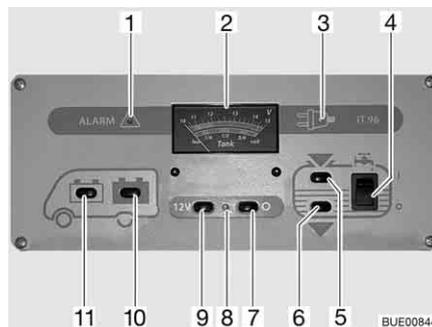

Bild 132 Panel IT 96-2
Der 12-V-Hauptschalter (Bild 132,7 und 9) schaltet das Panel und die 12-V-Versorgung des Wohnraums ein und aus.
- Schalter (Bild 132,9) drücken "12 V": Die 12-V-Versorgung des Wohnraums ist eingeschaltet. Die Kontroll-Leuchte (Bild 132,8) leuchtet grün.
- Schalter (Bild 132,7) drücken "O": Die 12-V-Versorgung des Wohnraums ist ausgeschaltet. Die Kontroll-Leuchte (Bild 132,8) erlischt.
Beim Anzeigeeinstrument V/Tank (Bild 132,2) die obere Skala beachten. Das Anzeigeeinstrument wird automatisch beleuchtet, sobald ein Schalter gedrückt wird.
- Schalter (Bild 132,11) drücken "☰": Die Batteriespannung der Starterbatterie wird angezeigt.
- Schalter (Bild 132,10) drücken "☷": Die Batteriespannung der Wohnraumbatterie wird angezeigt.
Beim Anzeigeeinstrument V/Tank (Bild 132,2) die untere Skala beachten. Das Anzeigeeinstrument wird automatisch beleuchtet, sobald ein Schalter gedrückt wird.
- Schalter (Bild 132,5) drücken "": Die Wassermenge wird angezeigt.
- Schalter (Bild 132,6) drücken "": Die Abwassermenge wird angezeigt.
*Einschalten:* ■ Wippschalter (Bild 132,4) oben drücken "I": Die Wasserversorgung ist eingeschaltet.
*Ausschalten:* ■ Wippschalter (Bild 132,4) unten drücken "O": Die Wasserversorgung ist ausgeschaltet.
Die rote Warnleuchte "ALARM" (Bild 132,1) blinkt, sobald die Spannung der Wohnraumbatterie 11 V (Messung im laufenden Betrieb) unterschreitet und damit Tiefentladung droht.
Die 12-V-Kontroll-Leuchte (Bild 132,8) leuchtet, wenn der 12-V-Hauptschalter (Bild 132,9) eingeschaltet ist.
Die gelbe 230-V-Kontroll-Leuchte (Bild 132,3) leuchtet, wenn am Eingang des Elektroblocks Netzspannung vorhanden ist.